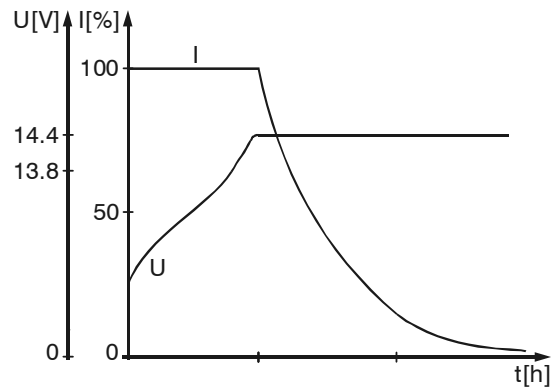

Figure 2 : Courbe caractéristique de charge (tracé de principe)
La tension de la batterie d'alimentation est surveillée constamment pendant le processus de chargement via le câble de mesure B+ (pos. 8). Le processus de chargement a lieu selon la courbe caractéristique de chargement avec la perte de puissance la plus réduite possible. (courbe caractéristique de chargement voir figure 2).